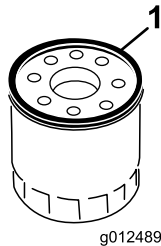

Figura 39
7. Utilice el dedo para cubrir de aceite la junta del filtro nuevo con aceite de motor nuevo (Figura 39).